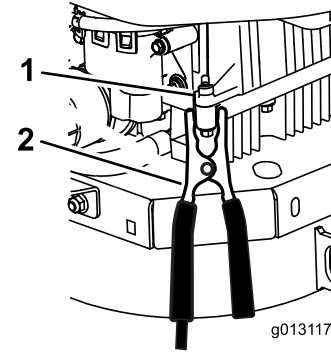

Figure 61
6. **Faites la dernière connexion sur le bloc moteur du véhicule en panne (pas à la borne négative de la batterie) loin de la batterie et reculez-vous (Figure 61).**